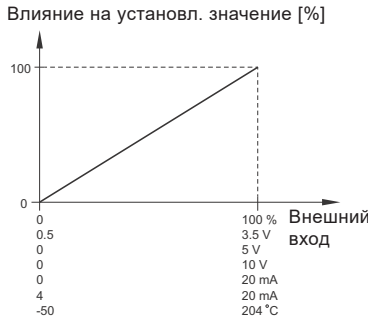

Рис. 47 Линейная
- Линейная. При регулировании установленное значение меняется линейно - от 0 до 100 %. См. рис. 47.